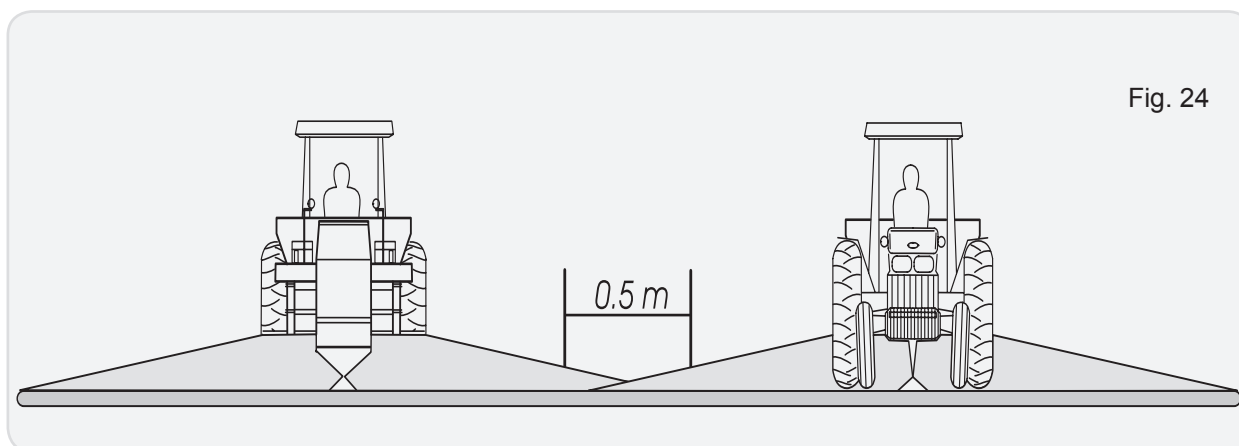

Fig. 24
b) Zona de sobreposição é a faixa onde o produto é remontado sobre uma faixa já aplicada (fig. 24). Considera-se, geralmente, 0,5m.